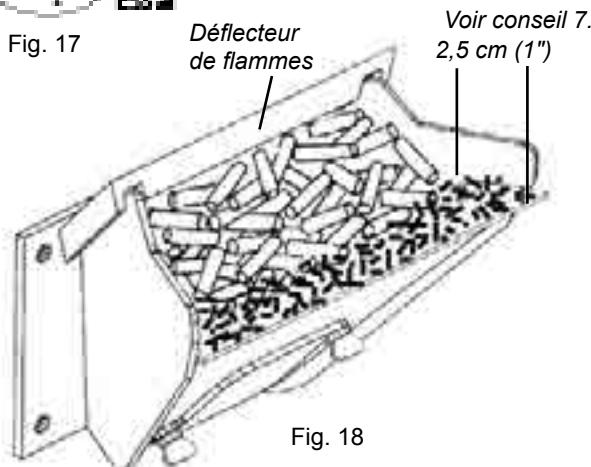

Fig. 18
7. Réglez le bouton de réglage de l'alimentation de façon à obtenir une combustion maximale : Avec le bouton de réglage de l'allumeur sur « AUTO », placez le sélecteur de mode sur « Stove Temp » et mettez le ventilateur sur « H ». Mettez le bouton de réglage de la température sur 7. Laissez le poêle fonctionner environ 30 minutes, puis vérifiez les cendres à l'avant du pot de combustion. (figure 18). Si le lit de cendres est supérieur à 2,5 cm (1"), augmentez le réglage de l'alimentation de 4 à 5. Laissez brûler 30 nouvelles minutes et vérifiez de nouveau. Si vous n'arrivez pas à obtenir un lit de cendres de moins de 2,5 cm (1") sur la position 6, ce n'est pas un problème. Le lit de cendres de 2,5 cm (1") est obtenu au taux de combustion maximal, et avec la plupart des réglages normaux, vous obtiendrez un lit plus épais.